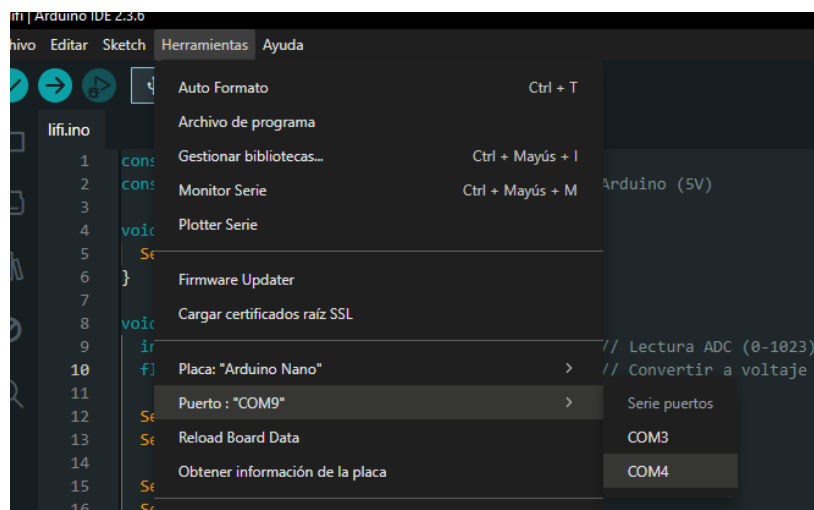

Ilustración 57 Selección de puerto COM.
Paso 3: Conectar el ESP8266 a la PC y dirigirnos a Herramientas > Puerto > Veremos los puestos disponibles, seleccionar el del ESP8266 (Ilustración 57).